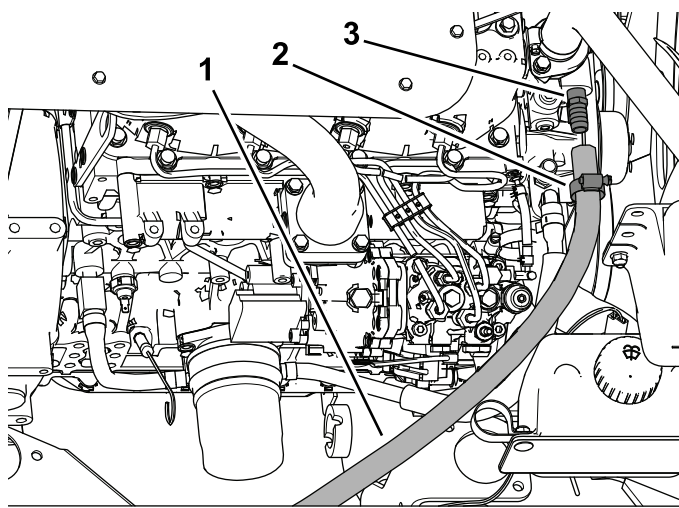

Figura 37
5. Deslize a braçadeira de tubos sobre o tubo de alimentação e, em seguida, insira o tubo sobre a união (3/8 NPT x 0,625 entalhe) como se mostra na Figura 37.